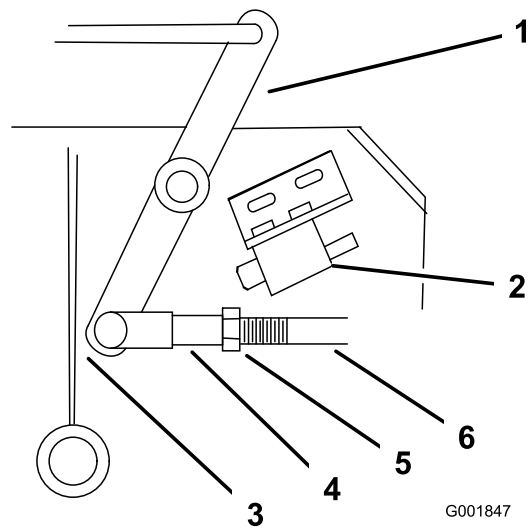

Figure 45
4. Ajustez la longueur de la timonerie de sorte que l'extrémité la plus basse du levier coudé passe juste le renfort de support de l'essieu (Figure 45).
- Desserrez l'écrou contre la chape (Figure 45).